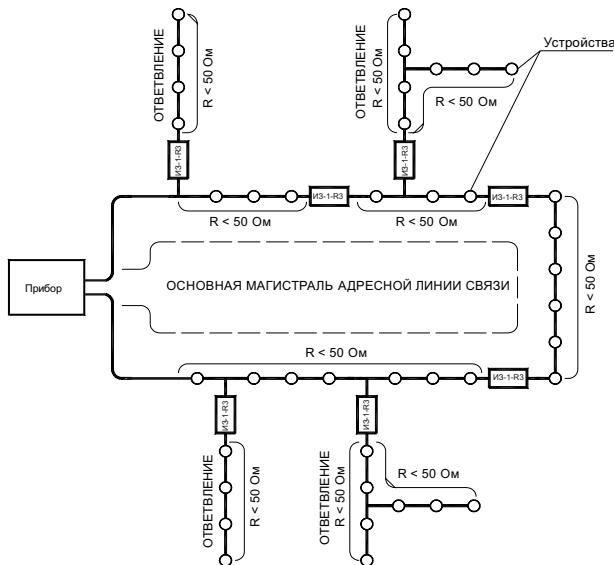

Рисунок 4 – Кольцевая АЛС с ответвлениями
– разрывать кольцевую АЛС (рисунок 4) между двумя местами установки изоляторов шлейфа. Это локализует участок между изоляторами и оставляет работоспособными остальные участки АЛС.
– колышевой АЛС с ответвлениями (рисунок 4).